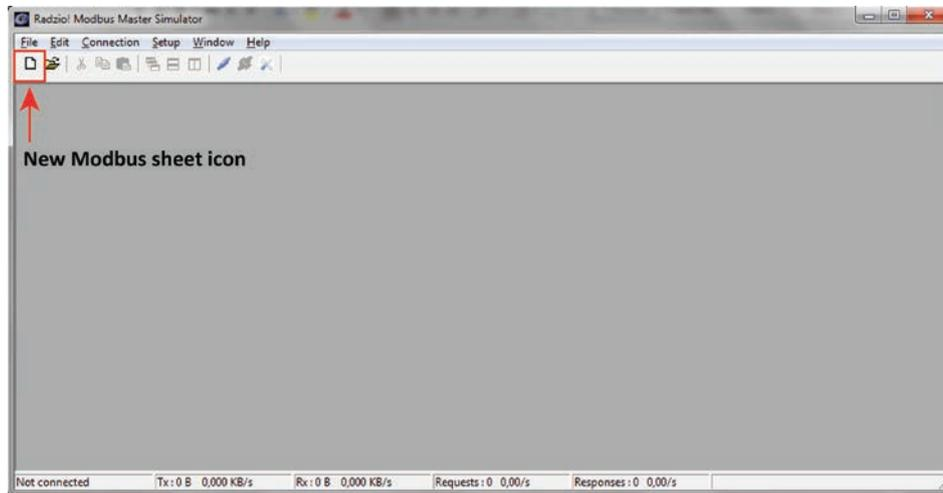

Fig 9: Icono de Nueva hoja Modbus
10. Haga clic en el icono **Nueva hoja Modbus** para abrir la nueva hoja Modbus. (Fig 9)